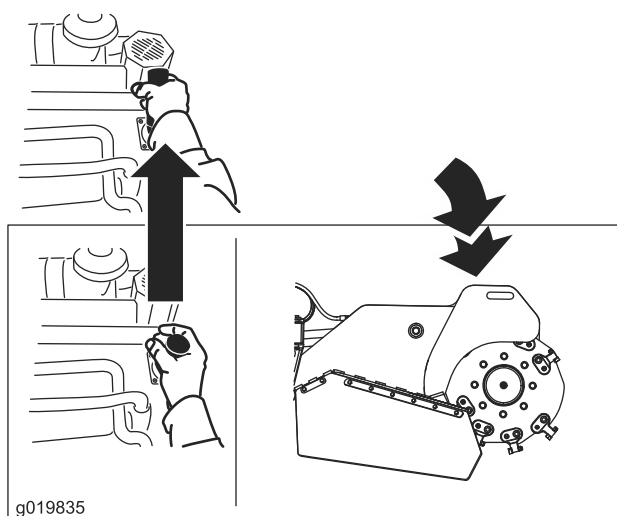

Figura 15
- Para bajar el desbastador, empuje la palanca hacia adelante (Figura 15).